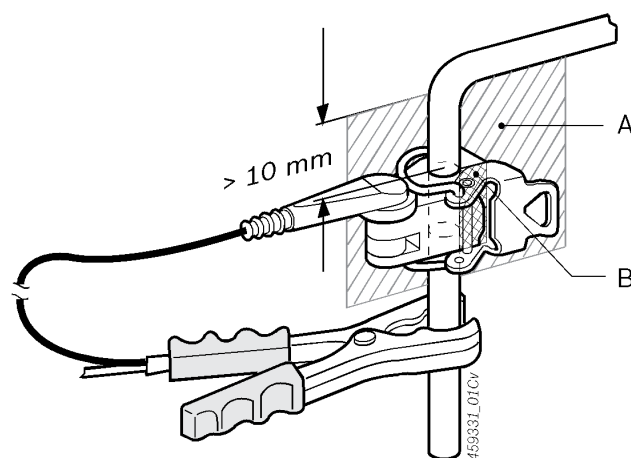

Fig.2: Klemgever met klemgeverkabel
5. De klemgever op het gereinigde gedeelte van de leiding volgens de afbeelding (Fig. 2) monteren. Daarbij moet het leidingvlak (Fig. 2, A) evenwijdig lopen met het aanligvlak van de klemgever (Fig.2, B).